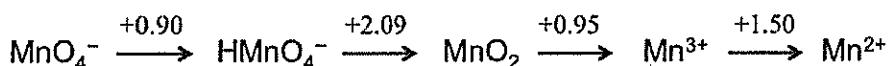
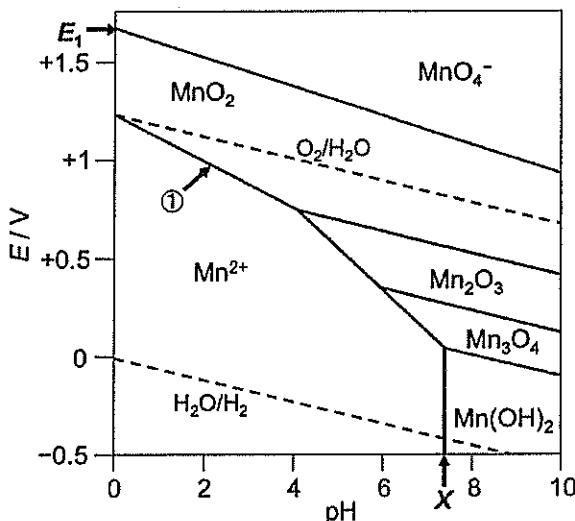

図1 酸性溶液中($\text{pH}=0$)におけるMnのラチマー図
図2 Mnのプールベ図
問1 図1には酸性溶液中におけるMnのラチマー図の一部を、図2には Mn^{2+} の濃度 $[Mn^{2+}]$ を 1.00 mol dm^{-3} および温度を298Kとして作図したMnのプールベ図の一部を示している。なお、ラチマー図中の矢印の上に記される数値は、各酸化還元系に対応する標準電位をV(ボルト)単位で示したものである。また、プールベ図は、水の中で化学種が安定であるような電位とpHの条件の範囲を示したものである。以下の問い合わせに答えよ。
(1) 図2中の E_1 の値を求めよ。
(2) 図2中の①で示される酸化還元系の電位 $E(\text{MnO}_2/\text{Mn}^{2+})$ をpHの関数として表せ。なお、気体定数 $R = 8.31\text{ J K}^{-1}\text{ mol}^{-1}$ 、ファラデー定数 $F = 9.65 \times 10^4\text{ C mol}^{-1}$ を用い、導出過程と共に記すこと。
(3) この温度における Mn(OH)_2 の溶解度積を 4.00×10^{-14} として、図2中のXの値を求めよ。
(4) 図1には Mn^{3+} 種が示されているが図2には見られない。この理由を反応式と具体的な値を用いて説明せよ。
- (1) リビングアニオン重合により、分子量分布が狭く、鎖の両端に COOH 基を有する直鎖ポリスチレンを合成したい。この重合に用いる溶媒と開始剤、重合温度、および重合反応後の化学的処理について説明せよ。
- (2) リビングアニオン重合により合成されるポリブタジエンの1,4 結合と1,2 結合の割合は重合溶媒の極性に応じて大きく異なる。このようなミクロ構造の違いが生じる機構を簡潔に説明せよ。また、1,4 結合を 90%程度以上に含むポリブタジエンを合成する際に用いる溶媒と開始剤を示せ。
- (3) ポリスチレン試料 A, B およびポリ(2-ビニルピリジン) 試料 C について同一条件で GPC 測定を行い、図 1 に示す低角光散乱 (LS) 強度と屈折率 (RI) 増分のデータを得た。データは十分に希薄な試料について得たものであり、試料濃度で規格化してある。 M_w と分子量分布は試料 A, B, C で同一であり、また、試料 A, C は直鎖高分子であることが確認されている。これらの点を踏まえて試料 A, B, C の間に図 1 のような差が生じた原因を推察せよ。
図 1 同一条件で行った GPC 測定 (溶媒: THF, カラム: スタイロゲル) から得られた試料 A, B, C の低角光散乱強度データ (LS; ◦印) および屈折率増分データ (RI; 実線)。垂直な破線はピーク位置を試料間で比較するための補助線であり、水平な点線は LS, RI シグナルのベースラインである。